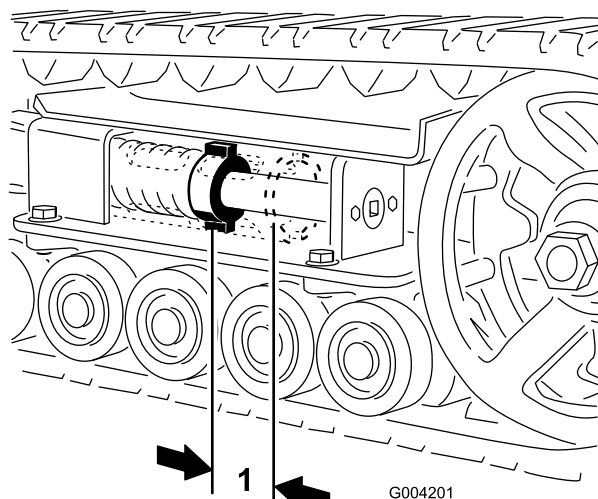
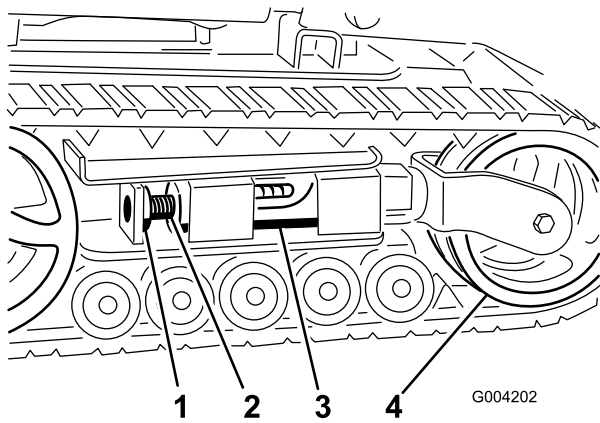
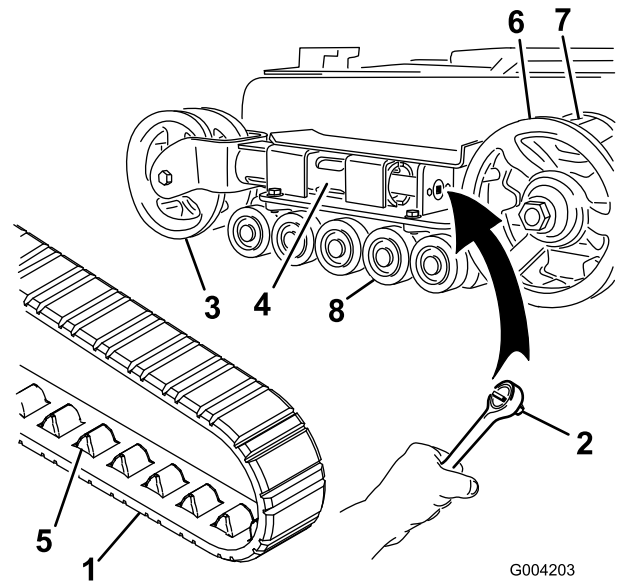
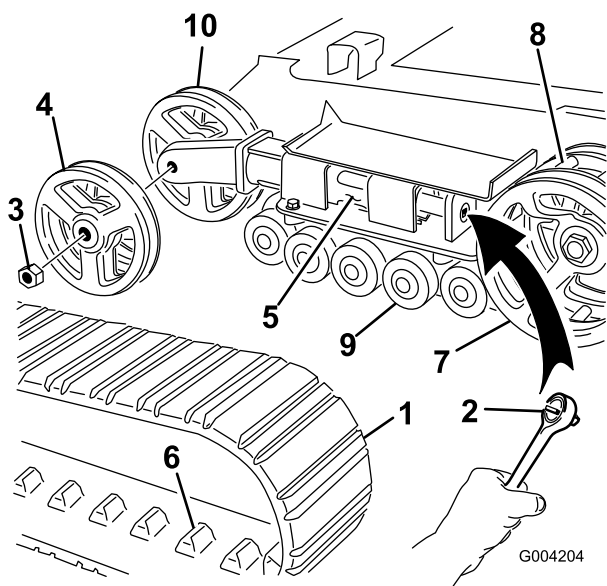

Рисунок 41
Рисунок 42
Рисунок 43
Рисунок 44
Между натяжной гайкой и задней стороной натяжной трубы должен быть зазор 2-3/4 дюйма (7 см) (Рисунок 41). Если это не так, отрегулируйте натяжение гусеницы, используя следующую методику:
3. Отвинтите зажимной болт и гайку (Рисунок 42).
4. Используя сменную головку размером 1/2 дюйма (Рисунок 43), поворачивайте натяжной винт против часовой стрелки до тех пор, пока расстояние между натяжной гайкой и задней стороной натяжной трубы (Рисунок 41) не станет равным 2-3/4 дюйма (7 см).
5. Совместите ближайшую выемку в натяжном винте с отверстием в зажимном болте и закрепите винт при помощи зажимного болта и гайки (Рисунок 42).
4. Используя сменную головку размером 1/2 дюйма, ослабьте натяжение привода, вращая натяжной винт по часовой стрелке (Рисунок 42 и Рисунок 43).
5. Надавите на натяжной каток в направлении задней части тягового блока, чтобы придвинуть трубу вилки к каркасу (Рисунок 43). (Если она не касается каркаса, продолжайте вращать натяжной винт до тех пор, пока труба вилки не приблизится вплотную к каркасу.)
7. Когда гусеница будет снята с натяжного катка, снимите ее с ведущего колеса и опорных катков (Рисунок 43).
8. Прежде всего установите новую гусеницу на ведущее колесо. Звенья гусеницы должны находиться между зубьями колеса (Рисунок 43).
9. Протолкните гусеницу под опорные катки и одновременно между ними (Рисунок 43).
11. Вращайте натяжной винт против часовой стрелки до тех пор, пока расстояние между натяжной гайкой и задней стороной натяжной трубы (Рисунок 41) не станет равным 2-3/4 дюйма (7 см).
- Отвинтите зажимной болт и гайку (Рисунок 42).
- Используя сменную головку размером 1/2 дюйма, ослабьте натяжение привода, вращая натяжной винт по часовой стрелке (Рисунок 42 и Рисунок 44).
- Надавите на натяжной каток в направлении задней части тягового блока, чтобы придвинуть трубу вилки к каркасу (Рисунок 44). (Если она не касается каркаса, продолжайте вращать натяжной винт до тех пор, пока труба вилки не приблизится вплотную к каркасу.)
- Отвинтите гайку, которая крепит внешний натяжной каток, и снимите каток (Рисунок 44).
- Снимите гусеницу (Рисунок 44).
- Отвинтите гайку, которая крепит внутренний натяжной каток, и снимите каток (Рисунок 44).
- Установите внутренний натяжной каток и закрепите его отвинченной ранее гайкой (Рисунок 44).
- Установите новую гусеницу на ведущее колесо. Звенья гусеницы должны находиться между зубьями средней части колеса (Рисунок 44).
- Установите внешний натяжной каток и закрепите его отвинченной ранее гайкой (Рисунок 44).
- Вращайте натяжной винт против часовой стрелки до тех пор, пока расстояние между натяжной гайкой и задней стороной натяжной трубы (Рисунок 41) не станет равным 2-3/4 дюйма (7 см).